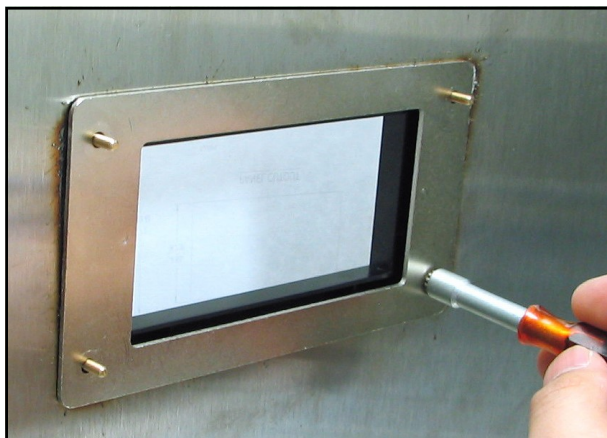
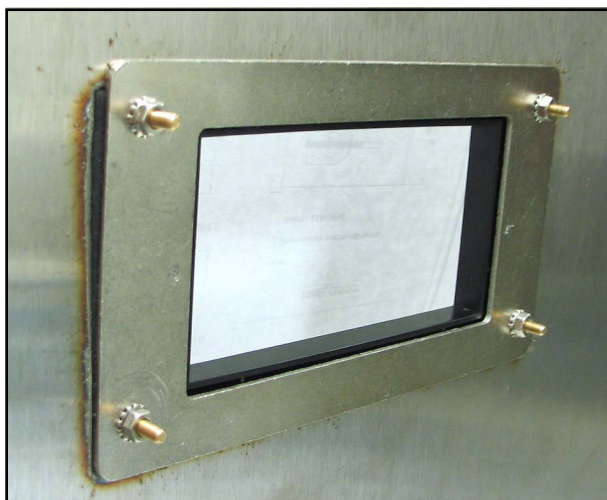

Рис. 19: Крепление пластины в сборе к панели
Рис. 20: Установка собранной пластины завершена
4. Установите гайки на четыре винта и закрепите пластину в сборе на панели (см. *Рис. 19* и *Рис. 20*). Используя щуп, и введя его за прокладку, проверьте усилие сжатия, затягивая гайки так, чтобы зазор составил $0,81 \text{ мм} \pm 0,05 \text{ мм}$ ($0,032'' \pm 0,002''$).